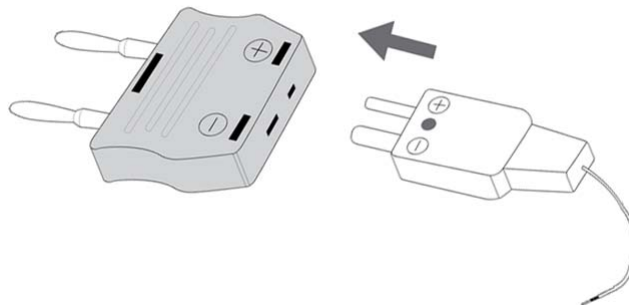

Figura 2-13 Connessione della sonda del terminale all'adattatore di trasferimento senza compensazione
- 2 Connettere la sonda termica miniaturizzata nell'adattatore di trasferimento senza compensazione, come illustrato nella Figura 2-13.